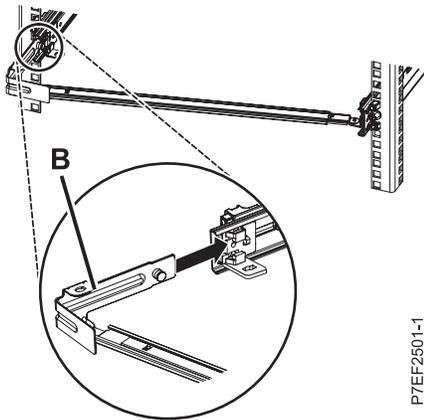

Abbildung 14. Stift herausziehen und Halterung in der Schiene installieren
- Zum Anschließen der anderen Seite des Stützarms an der Rückseite der Schiene schieben Sie die Halterung (**B**) in die linke Schiene, bis die gefederte Verriegelung einrastet, wie in Abb. 14 auf Seite 12 dargestellt.